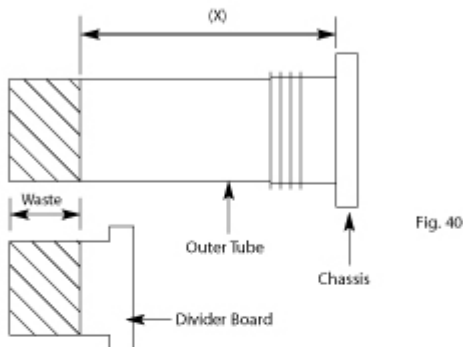

Fig. 40
6. Marquer la dimension « X » sur le tuyau extérieur en mesurant de l'arrière du châssis. Couper l'excédent. (fig 40)
8. Mesurer l'excédent coupé et couper la même longueur du panneau diviseur (fig40)